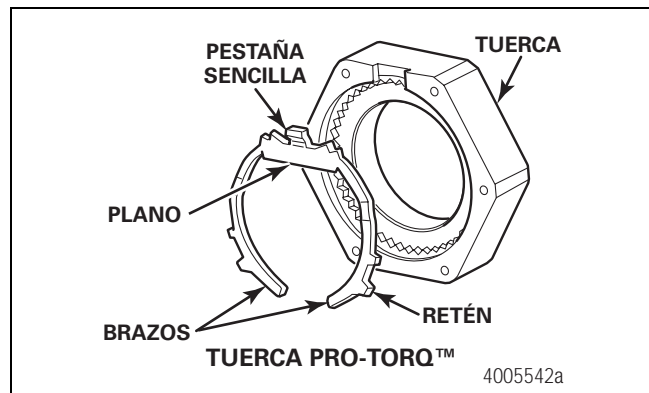

Figura 6.13
5. Instale la tuerca PRO-TORQ™. Figura 6.13.